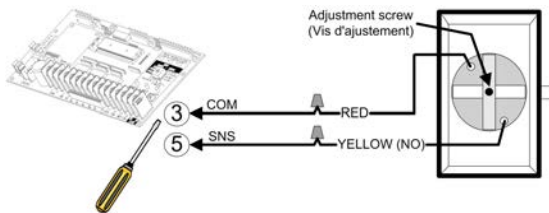
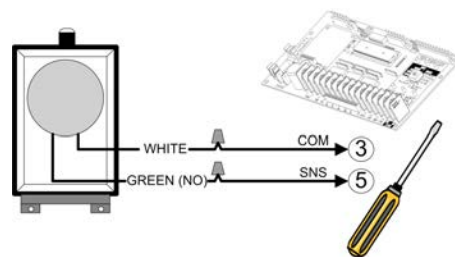

Figura 28 - AIRSWITCH 001 / 007
Figura 29 - AIRSWITCH 009
3. Utilice un cable en espiral o carrete de recogida para conectar el interruptor de aire a los terminales del operador. Instale los cables eléctricos de acuerdo con Figura 28 o la Figura 29.